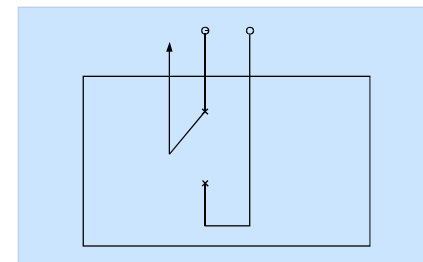

图4
4. 本系列自动转换开关标图简单，无需画出二次接线，极大方便工程设计，建议设计时采用图4方式标图。